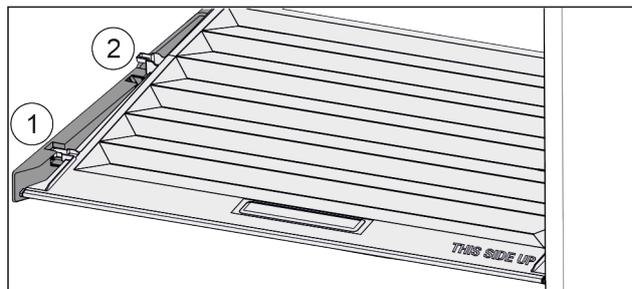

Fig. 116
- ▶ 将盖子向前拉 Fig. 116 (1)至定位件开口。
- ▶ 从下方抬起后端并向上将其移出 Fig. 116 (2)。